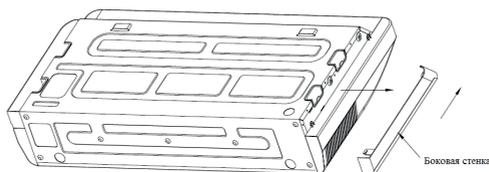

Рис.14
- Снимите боковую стенку (см.Рис.14)